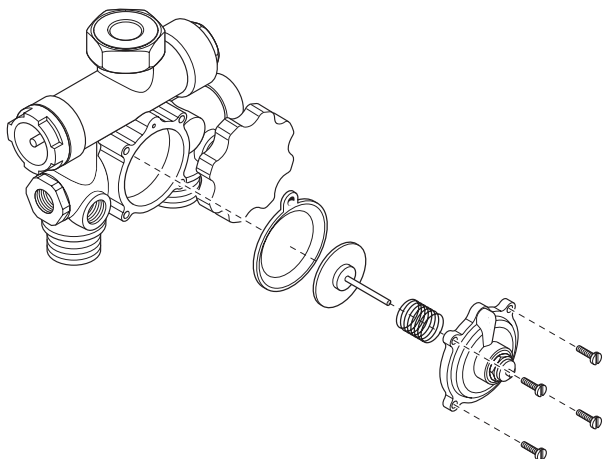

fig. 5
- 3) Svitare le viti **F**, rimuovere il corpo pressostato dal gruppo idraulico e la membrana **G** (fig.5).